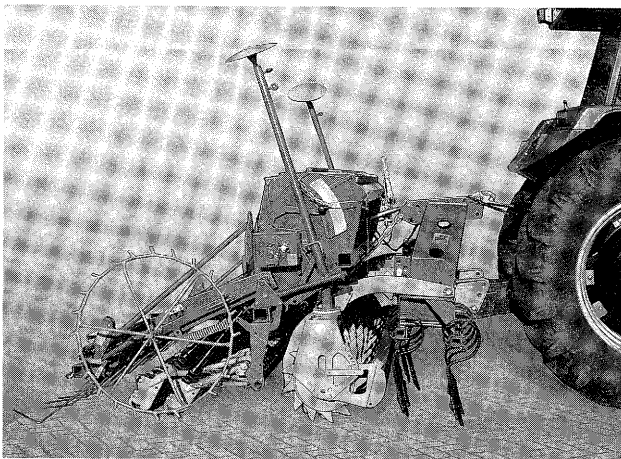
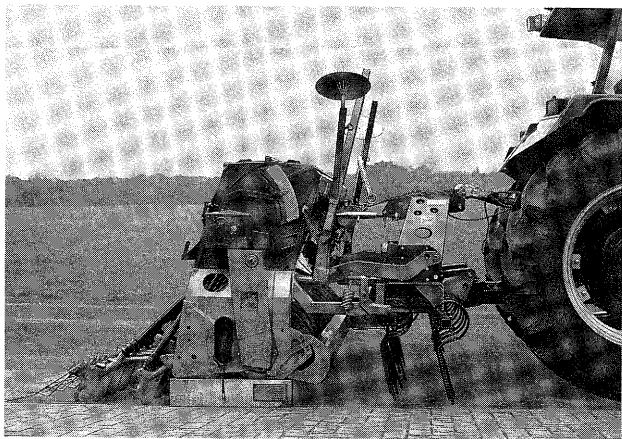

Fig. 4
Fig. 5
- La trémie penchée vers l'avant du semoir porté (fig. 4) AMAZONE est fixée sur le rouleau-packer. La compacité de la combinaison outil de préparation de sol avec le semoir permet son emploi avec un tracteur de puissance moteur et de puissance au relevage plus faibles.
- Le semoir porté sur PneuPacker AMAZONE (fig. 5) se compose d'un rouleau à pneumatiques et d'un semoir. La trémie du semoir repose directement sur le PneuPacker. Cette faculté permet de combiner la très faible puissance de relevage requise avec les très nombreux avantages agronomiques du PneuPacker (voir aussi page 13). Le VIBRAZONE s'appuie sur le semoir porté sur PneuPacker et maintient en permanence la profondeur de travail avec précision. Ceci a pour résultat d'augmenter l'effet de rappui du PneuPacker. Comme dans le cas du semoir porté sur rouleau-packer, le VIBRAZONE ne supporte pas la charge du semoir porté sur PneuPacker et peut se mouvoir librement dans un plan vertical pour passer sans problème par-dessus les pierres.
Dans le cas où le VIBRAZONE est combiné avec un semoir traîné et que le tracteur attelé dispose d'une puissance au relevage plus faible, il est recommandé d'utiliser la jonction hydraulique AMAZONE "Portacourt" (voir en 8.0). La réduction de l'effort nécessaire au relevage est particulièrement sensible en utilisant le semoir porté sur PneuPacker (fig. 5) ou le semoir porté sur rouleau-packer (fig. 4). Sur ce type de machines, la trémie du semoir est positionnée très en avant vers le tracteur.